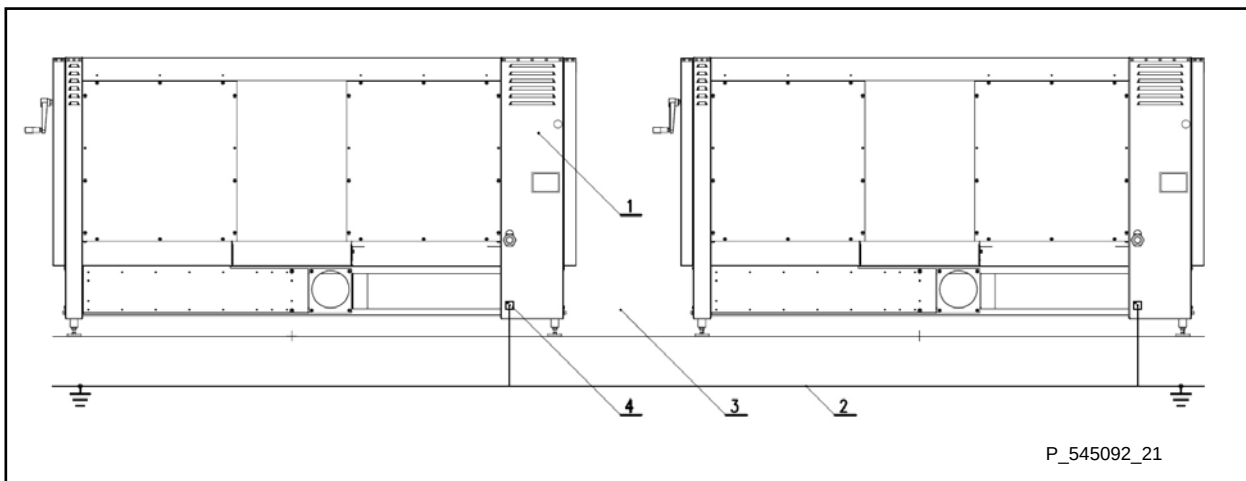

figura 3.6.E.
- Figura 3.6.E. – interconexión de protección de las máquinas.